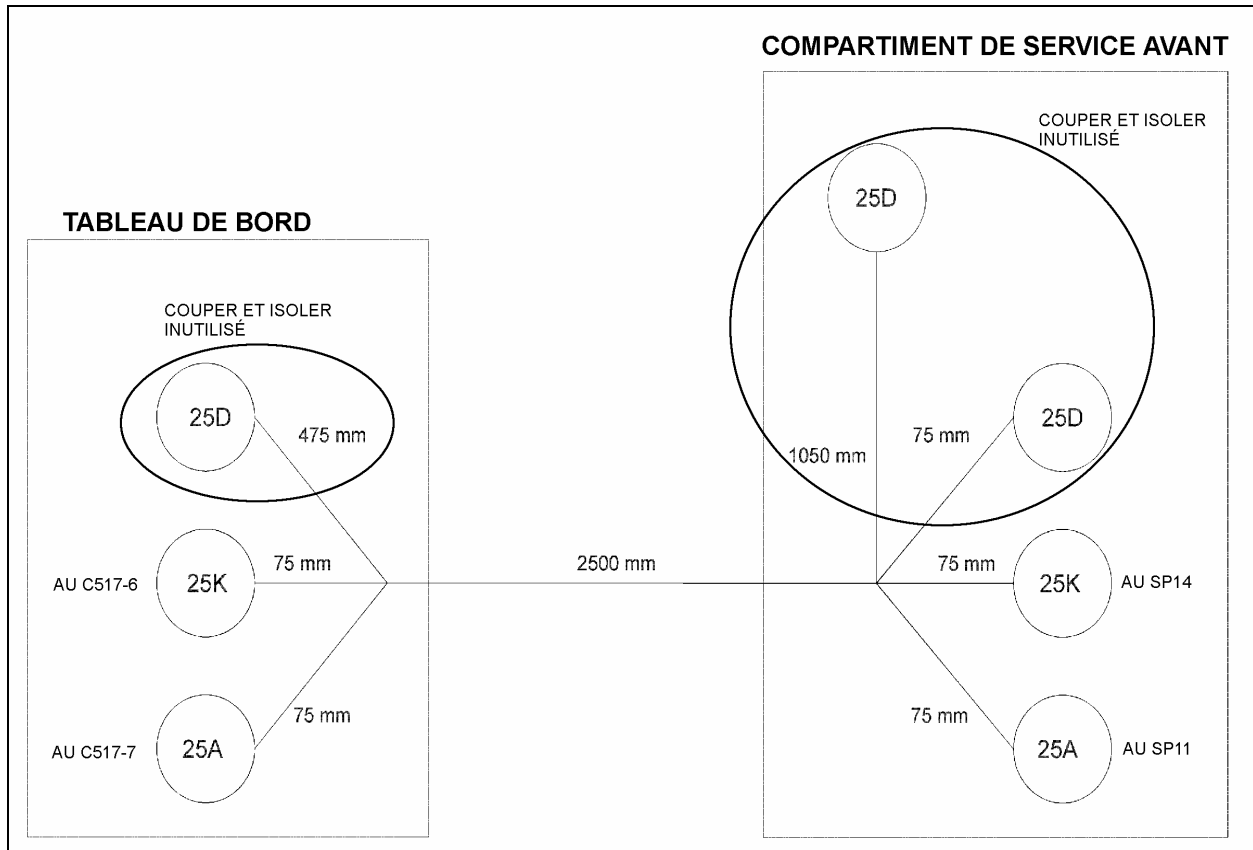

FIGURE 12 : INSTALLATION DU FAISCEAU DE CÂBLES #065150
3. Brancher le fil 25A du faisceau #065150 au connecteur C517, borne 7 et isoler le fil remplacé. Brancher le fil 25K à la borne 6 du même connecteur et isoler l'ancien fil. Voir la figure 12.
4. Couper et isoler les fils 25D tel qu'illustré à la figure 12.
6. Brancher le fil 25A au fil de réserve SP11 et brancher le fil 25K au fil de réserve SP14 tel qu'illustré à la figure 12. Les fils de réserve SP11 et SP14 se situent près du connecteur C3 dans le compartiment de service avant.